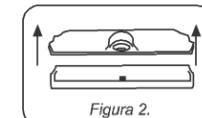

Figura 2.
Estilo 2- Niveladores. Para subir o bajar su refrigerador siga las instrucciones de la figura 2.
2. Coloque el tanque sobre una superficie plana y retire la cubierta del mismo jalándola hacia arriba. (Ver figura 2).